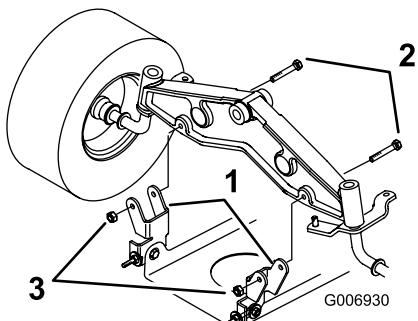

Figura 39
8. Retire los pernos y las contratuerzas y tire hacia abajo de los dos soportes de pivote del cortacésped para separarlos del eje delantero (Figura 39).